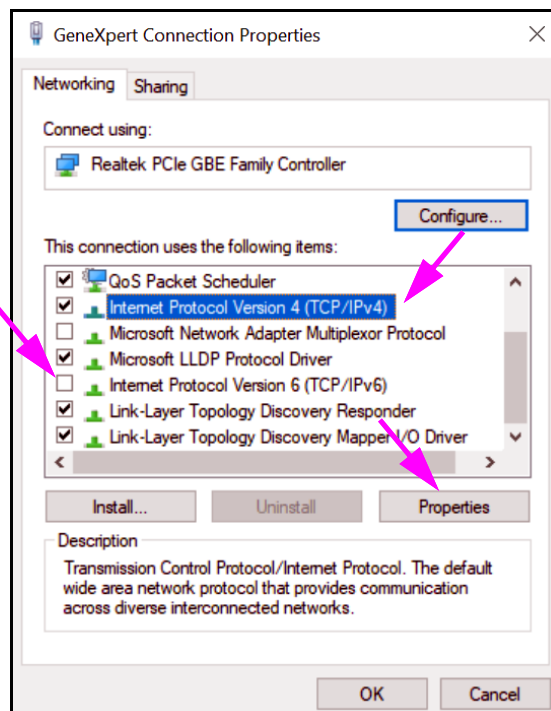

Figure 2-48. GeneXpert Écran Connection Properties (Propriétés de connexion)
7. Sélectionner **Propriétés (Propriétés)** dans le menu déroulant. L'écran montré dans la Figure 2-48 s'affiche.
- Dans l'écran GeneXpert Connection Properties (Propriétés de connexion) (montré dans la Figure 2-48), décocher la case à côté de **Protocole Internet version 6 (TCP/IPv6) [Internet Protocol Version 6 (TCP/IPv6)]**. Mettre **Protocole Internet version 4 (TCP/IPv4) [Internet Protocol Version 4 (TCP/IPv4)]** en surbrillance, puis cliquer sur **Propriétés (Properties)**. L'écran Propriétés du protocole Internet version 4 (TCP/IPv4) [Internet Protocol Version 4 (TCP/IPv4) Properties] s'affiche.